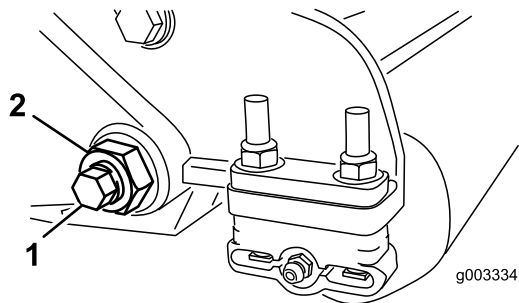
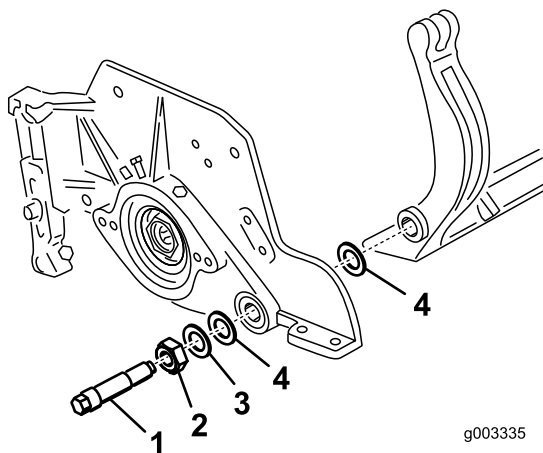

Figura 34
Figura 35
- Desaperte a porca de bloqueio que segura a cavilha da barra de apoio, em cada um dos lados da máquina (Figura 34).
- Remova cada uma das cavilhas da barra de apoio, de modo a permitir puxá-la e retirá-la da máquina (Figura 34). Guarde as duas anilhas de nylon e a anilha de aço prensado de cada uma das extremidades da barra de apoio (Figura 35).
- Fixe a barra de apoio a cada um dos lados da placa lateral com as cavilhas (porcas flangeadas nas cavilhas) e com as 6 arruelas. Deve colocar uma anilha de nylon em cada um dos lados da placa lateral. Coloque uma arruela de aço no exterior de cada uma das arruelas de nylon (Figura 35). Aperte os parafusos com 37-45 Nm. Aperte as porcas até que a anilha de aço exterior pare de rodar e a folga seja removida, mas não aperte em demasiado nem desvie as placas laterais. As arruelas podem ter uma folga interna.